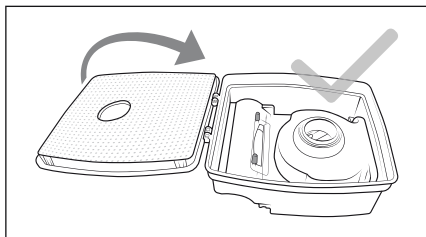

Fig. 11
- 7) Fixe o filtro EPA **7** na tampa do reservatório de pó **12** e feche-a (ver fig. 11).